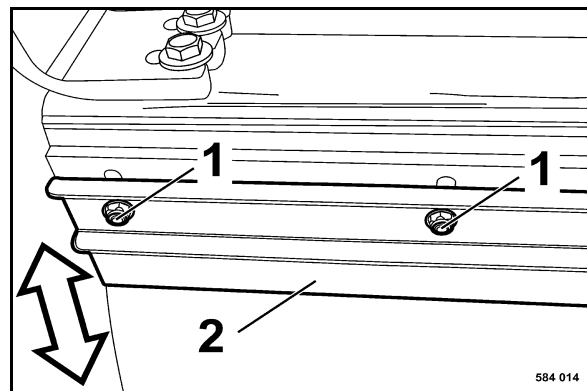

fig. 189
- Pour régler les racleurs 2 (fig. 189), desserrer les vis de fixation (1) aux trous oblongs et pousser le racleur jusqu'en butée du bandage.